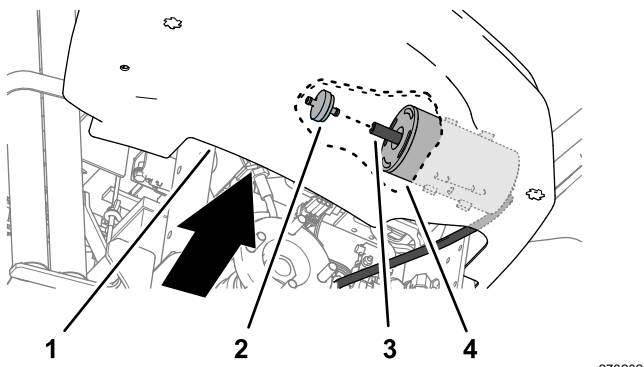

图 32
4. 将手伸到控制台下方、内边缘处把碳罐过滤器从碳罐末端的软管向后拉出图 32。
5. 将新的碳罐过滤器插入碳罐末端的软管图 32。